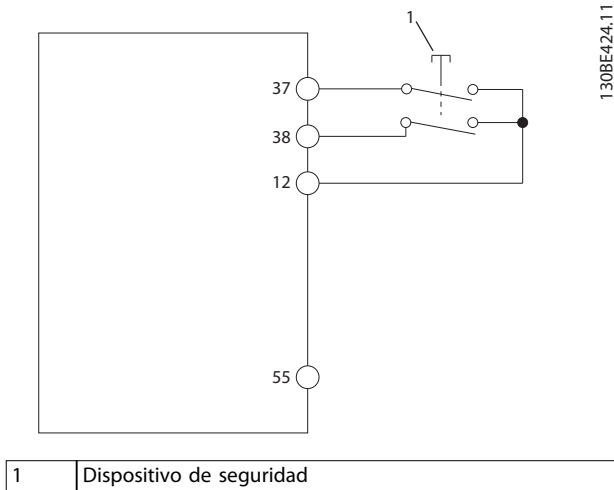
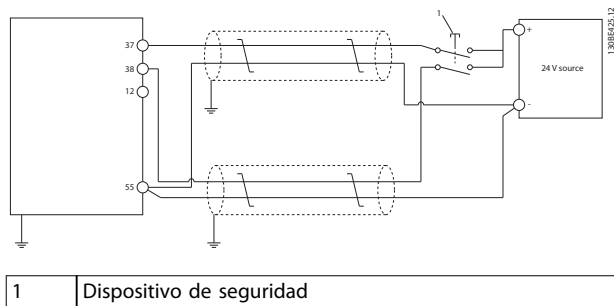

Ilustración 6.4 Cableado de STO en un alojamiento; el convertidor de frecuencia suministra la tensión de alimentación
Ilustración 6.5 Cableado de STO; alimentación externa
2. Conecte un dispositivo de seguridad de doble canal (por ejemplo, un PLC de seguridad, una cortina de luz, un relé de seguridad o un botón de parada de emergencia) a los terminales 37 y 38, para crear una aplicación de seguridad. El dispositivo debe cumplir el nivel de seguridad requerido conforme a la evaluación de riesgos. En la Ilustración 6.4 se muestra el esquema de cableado de las aplicaciones STO cuando el convertidor de frecuencia y el dispositivo de seguridad están en el mismo alojamiento. En la Ilustración 6.5 se muestra el esquema de cableado de las aplicaciones STO cuando se utiliza alimentación externa.